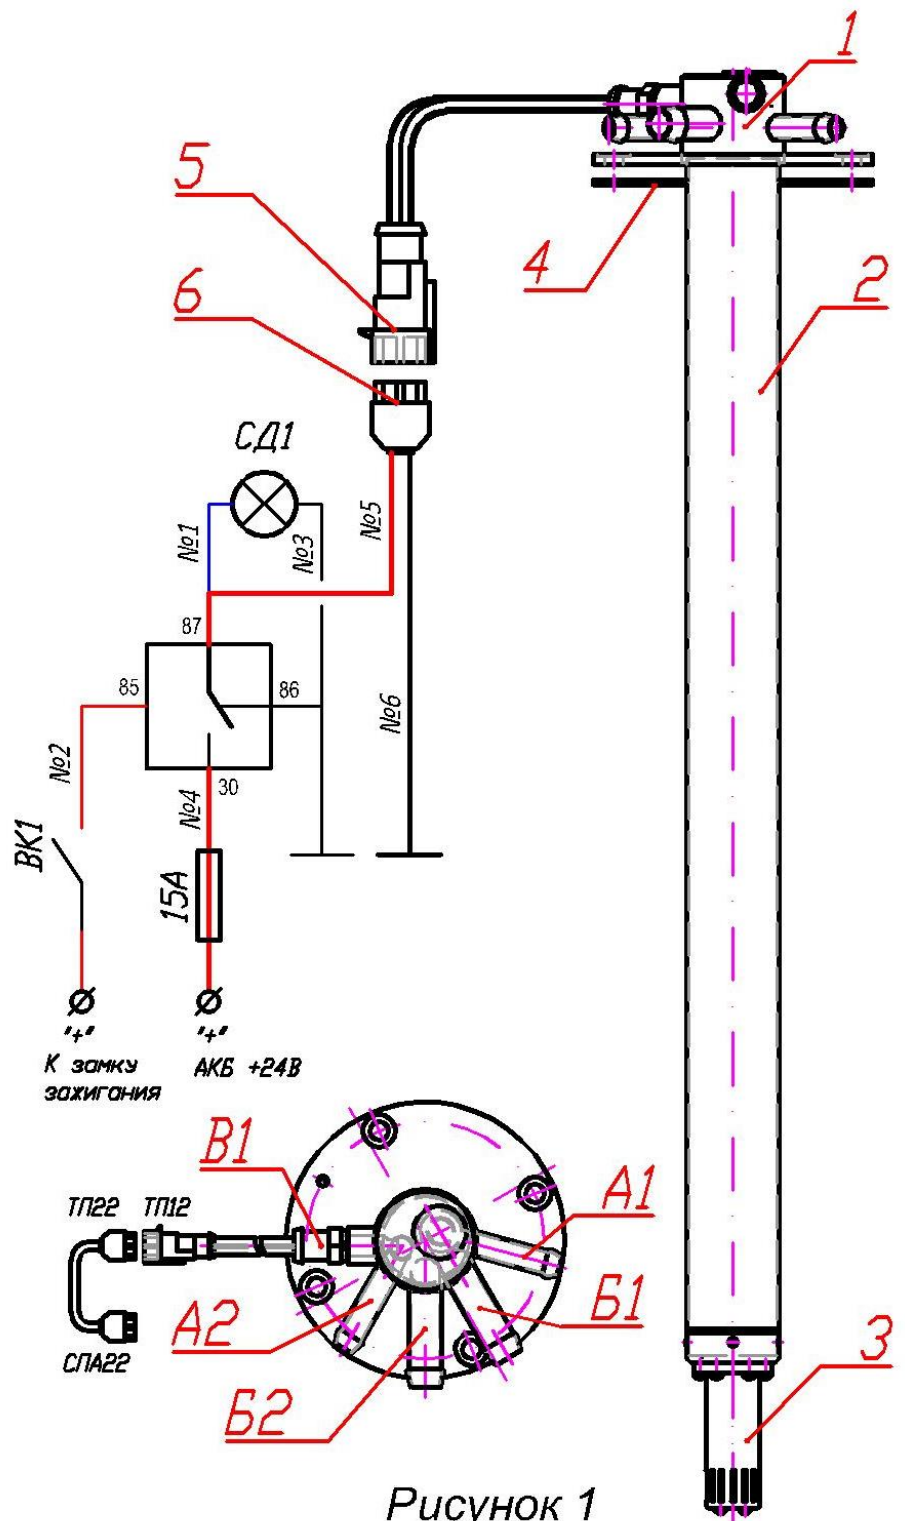

Рисунок 1
5.4 Топливозаборник подогреваемый серии НОМАКОН™ ТП-301, ТП-302 включает (см. рисунок 1): цилиндрический корпус 1 с присоединительным фланцем, штуцерами входа (возврата) топлива А2 и выхода (забора) топлива А1, штуцерами входа подогревающей жидкости Б1 и выхода подогревающей жидкости Б2, а также штуцером ввода электрического кабеля В1, погружаемую часть 2, нижний электрический подогреватель 3 со щелевым фильтром. При монтаже ТП между фланцем и опорной поверхностью топливного бака устанавливается прокладка 4 из комплекта поставки.
5.10 При подключении ТП к **системе подогрева автоматической (СПА)** используется специальный двухжильный электрический кабель с разъемами «ТП22-СПА22» (рисунок 1).